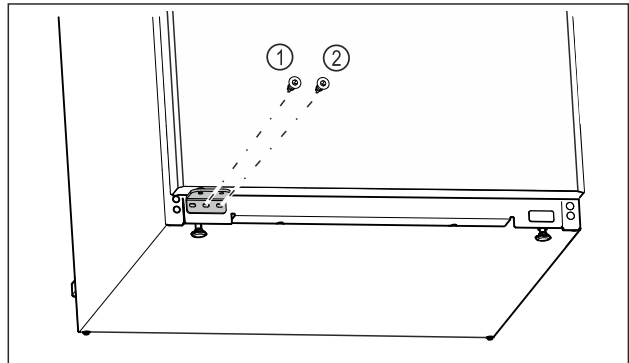

*Fig. 24*
- ▶ Mittlere Schraube des Lagerbocks *Fig. 24 (1)* mit Schraubendreher Torx 20 festschrauben.
- ▶ Innere Schraube des Lagerbocks *Fig. 24 (2)* mit Schraubendreher Torx 20 festschrauben.